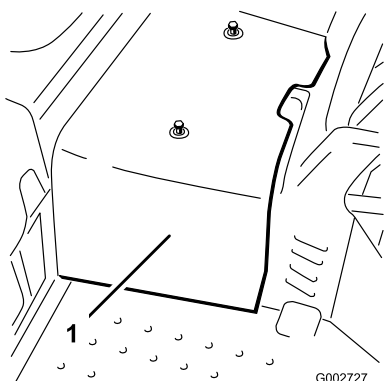

図 39
2. センターシュラウドを機体に止め付けているネジ2本を外してシュラウドを機体から取り外す(図 39)。